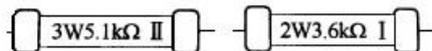

图 1.3.2-8 电阻值的直标法
- 色标法：用不同颜色的色环在电阻表面标出标称阻值和误差。色环电阻有 4 色环（普通电阻）和 5 色环（精密电阻）两种，其表示方法如图 1.3.2-9 所示。